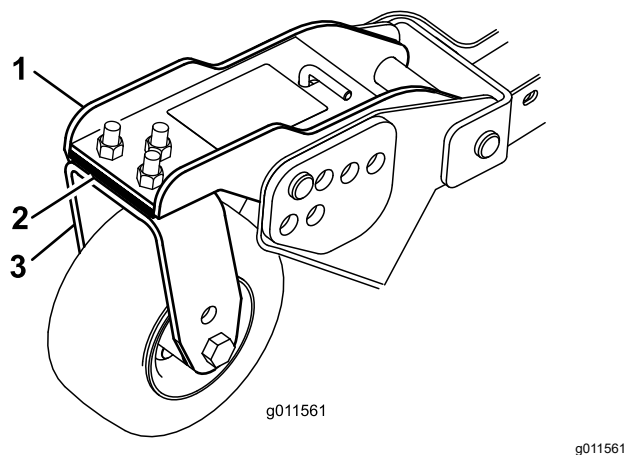

図 31
3. 刈高がステッカーと合わない場合には、シム 3 mm を前キャストアームに取り付けて調整する 図 31。
3. 前カッティングユニットの外側ブレードの刈高に比べて左右カッティングユニットの内側ブレードの刈高が高すぎる場合には、その左右カッティングユニットの前内側キャストアームの下側についているシムを枚抜き取る **図 31**。